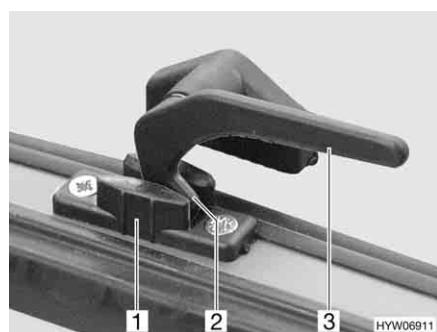

Fig. 29 Leva di serraggio in posizione "Aerazione continua"
- In posizione di "Aerazione continua" (Fig. 29)
- Ruotare la leva di serraggio (Fig. 29,3) di un quarto di giro verso il centro della finestra.
- Ruotare la leva di serraggio di un quarto di giro verso il telaio della finestra. Riportare contemporaneamente il nasello di chiusura (Fig. 29,2) nella rientranza della chiusura della finestra (Fig. 29,1).